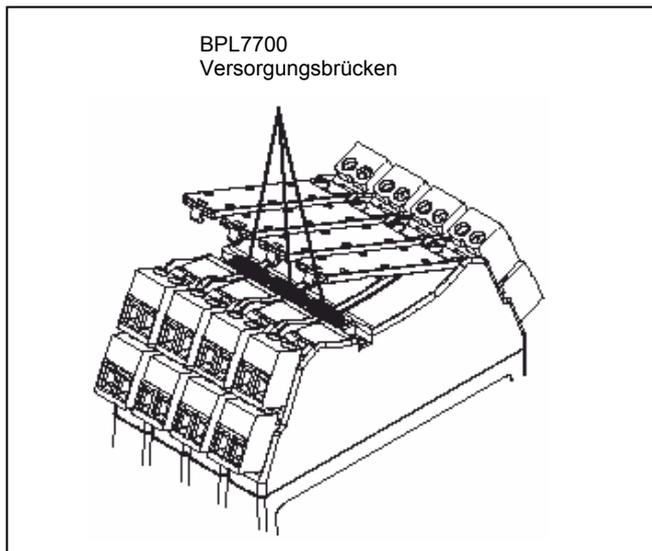

Abb. 13: Montage von Versorgungsbrücken
- d) Klappen Sie die Bezeichnungshalter hoch, so dass die Versorgungsbrücken zugänglich sind und stecken Sie die Busstecker ein (Abb. 13)